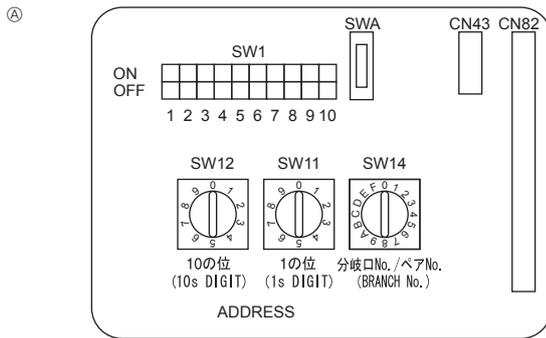

Fig. 6-4
- Bornier du câble de transmission extérieur (M1(A), M2(B), (S))
6.5. Définition des adresses (Fig. 6-4)